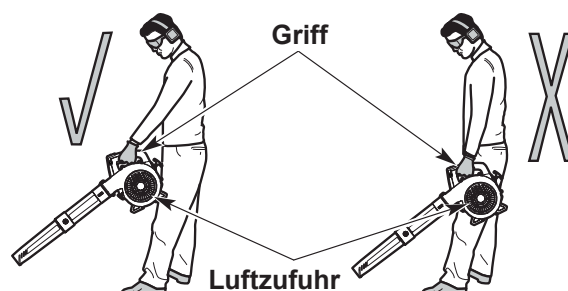

Abb. 8
- Stellen Sie sich in die Arbeitsposition (Abb. 8). Stehen Sie aufrecht. Beugen Sie sich nicht nach vorne.
- Halten Sie das Gerät vorne und von Ihrem Körper abgewandt (Abb. 8).
Halten Sie das Gerät NICHT an Ihrer Seite, um schwere Verletzungen oder Beschädigungen am Gerät zu vermeiden (Abb. 8). Der Motor kann sehr heiß sein. Blockieren Sie NICHT die Luftzufuhr.